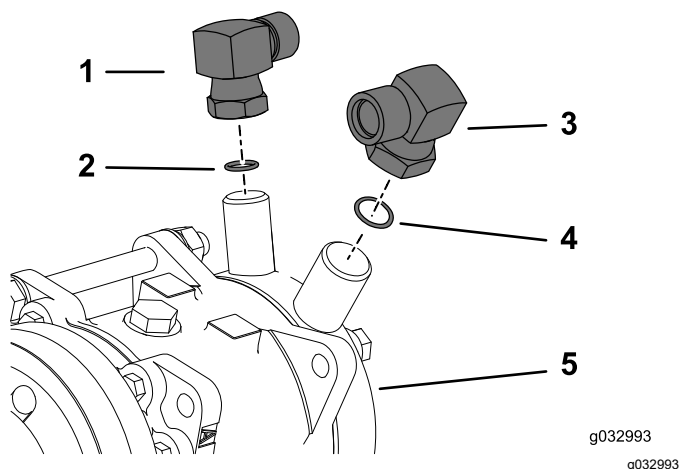

Figura 39
2. Instale a união de ângulo reto ($\frac{7}{8}$ pol.) e o anel de retenção (tamanho 8) à porta de baixa pressão ou sucção na bomba do ar condicionado (Figura 39).
4. Instale a união de ângulo reto (3/4 pol.) e o anel de retenção (tamanho 10) à porta de alta pressão ou descarga na bomba do ar condicionado (Figura 39).